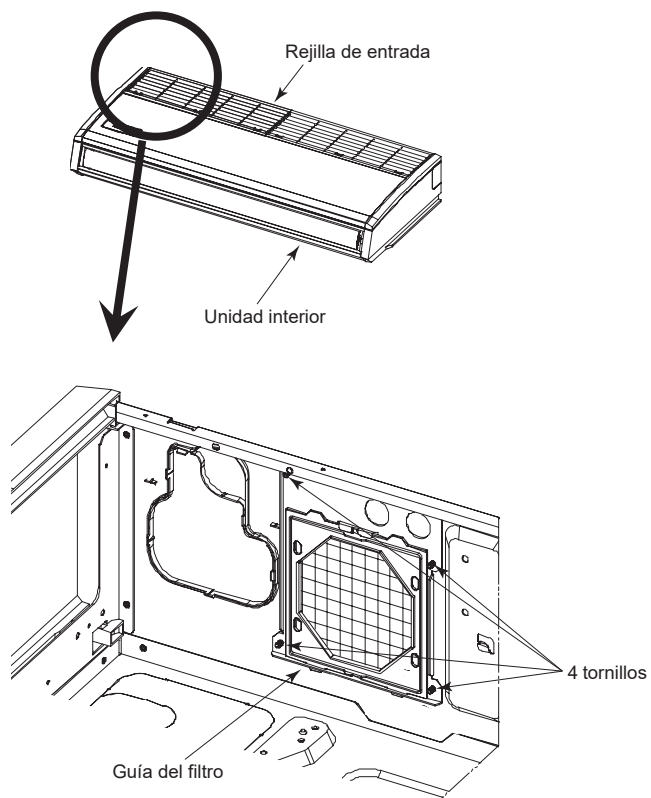
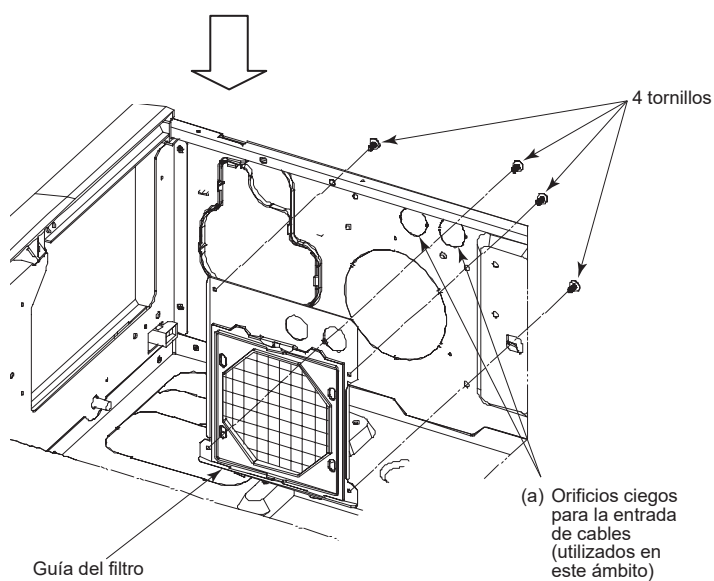

Fig. 6-2
Fig. 6-3
- * Fig. 6-2 y Fig. 6-3 muestran el estado después de retirar la rejilla de entrada.